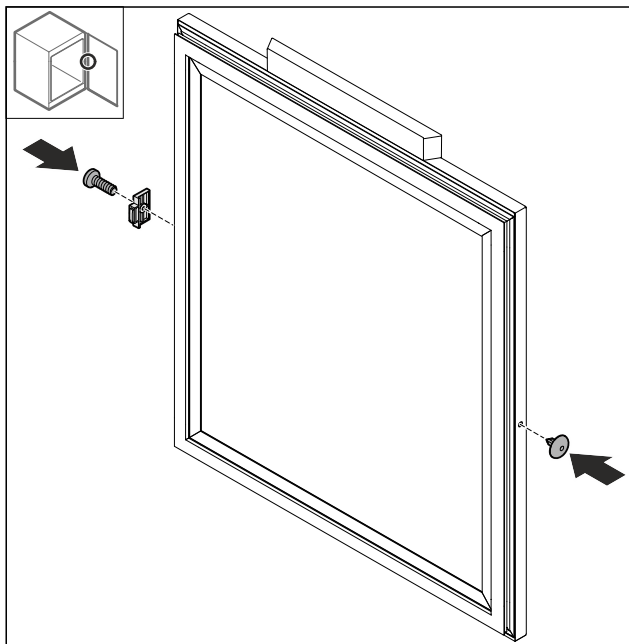

Fig. 70
- Vrid dörrstoppet Fig. 70 (1) 180° och montera det på den andra sidan.
- Sätt in skyddet Fig. 70 (2) på den andra sidan.